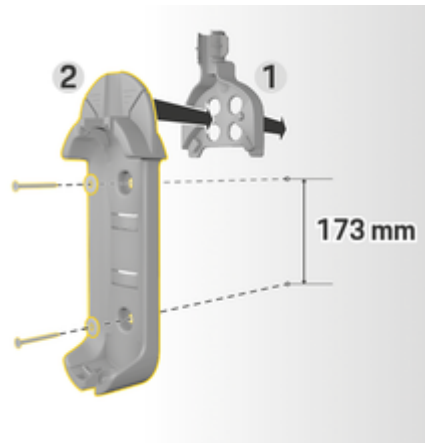

Abb. 6: Bohrmaße
3. Wandhalterung Basis 2 (Abb. 6) von vorne in die Kabelführung 1 (Abb. 6) eindrücken.